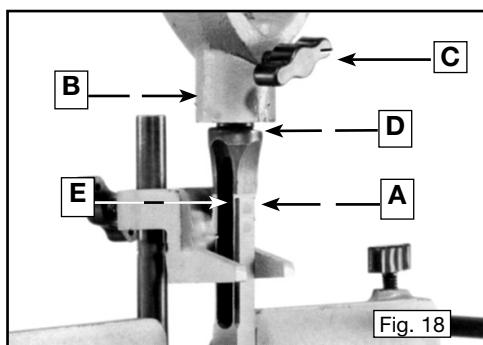
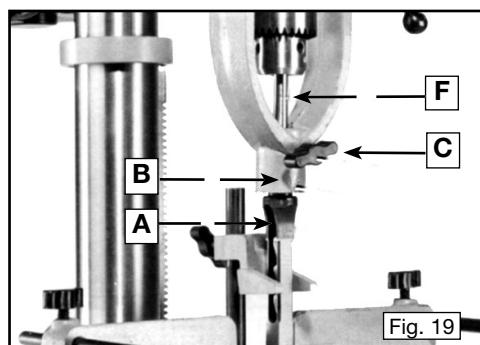

Fig. 18
Fig. 19
1. Positionner le bédane (A, fig.18) dans le porte-bédane (B) de sorte que la face supérieure du bédane (D) soit environ 0,8 mm (1/32 po) sous le bord inférieur du porte-bédane (B). S'assurer que la fente (E) pour l'éjection des copeaux est dirigée vers la gauche ou la droite de la presse à colonne pour une élimination efficace des copeaux et de l'accumulation de chaleur et pour prolonger la vie utile du bédane et mèche.
2. Serrer la vis de serrage (C).
3. Insérer la mèche (F, fig. 19) vers le haut à travers le bédane (A) aussi loin que possible et serrer le mandrin de la presse à colonne.
4. Desserrer la vis de serrage (C, fig. 19) et déplacer le bédane (A) vers le haut contre le bord inférieur du porte-bédane (B).
5. Serrer la vis de serrage (C).